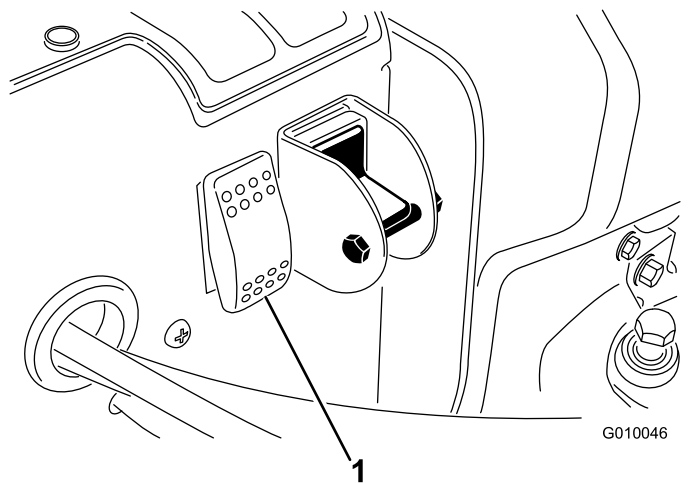

Рисунок 32
2. Нажмите переключатель сброса системы (Рисунок 32).